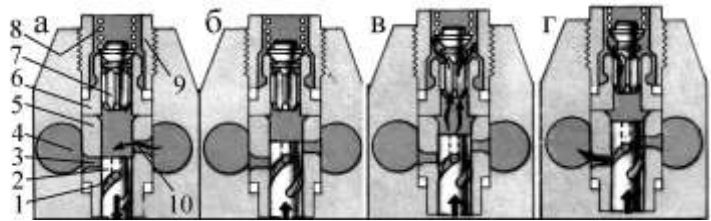

Рис. 3
4. Користуючись рис.3, ознайомтесь з роботою насосної секції. Знайдіть на деталях секції: 1-відсічна кромка плунжера, 2-плунжер, 3-відсічний отвір гільзи, 4-П-подібний паливний канал, 5-гільза, 6 сідло нагнітального клапана, 7 нагнітальний клапан, 8-пружина, 9 –штуцер, 10-впускний отвір гільзи. Переміщуючи плунжер в гільці, вясніть які процеси зображені на рис.3а, б, в, г, як відбувається зміна кількості палива, що подається секцією насоса.
канал, 5-гільза, 6 сідло нагнітального клапана, 7 нагнітальний клапан, 8-пружина, 9 –штуцер, 10-впускний отвір гільзи. Переміщуючи плунжер в гільці, вясніть які процеси зображені на рис.3а, б, в, г, як відбувається зміна кількості палива, що подається секцією насоса.